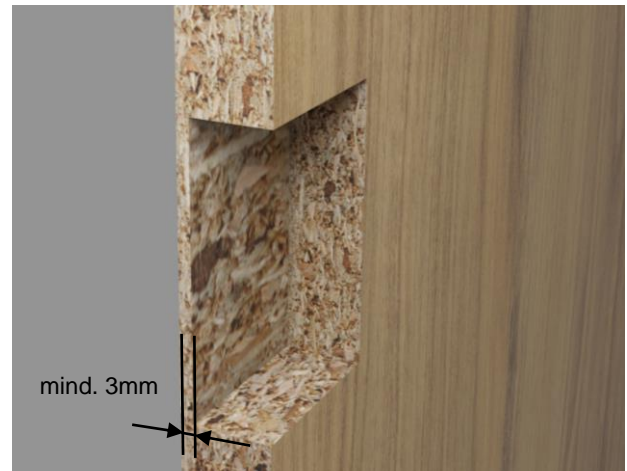

Abbildung 16
- Bei Sacklöcher in der Platte (Abbildung 16) ist darauf zu achten, dass eine Restdicke von 3mm eingehalten werden muss